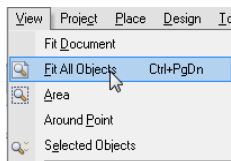
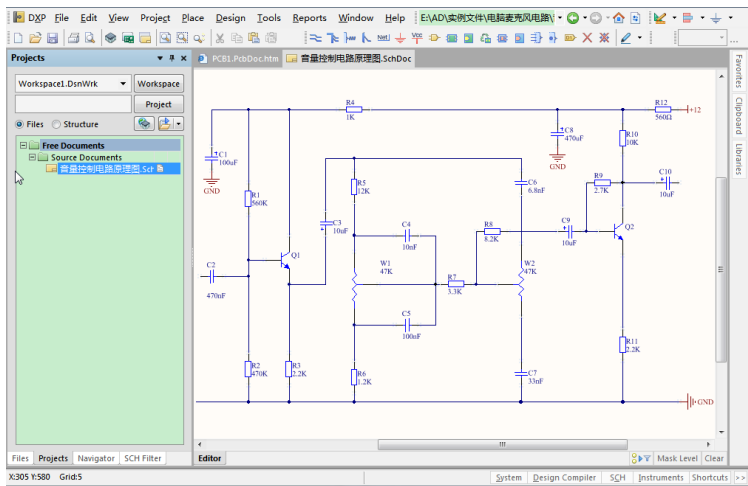

图 2.25
图 2.26
**Step 2** 选择菜单栏中的 View(察看) → Fit All Objects(适合所有对象)命令,如图 2.25 所示,编辑窗口内以最大比例显示出原理图的所有元器件,使用户更容易观察原理图本身的组成概况,如图 2.26 所示。